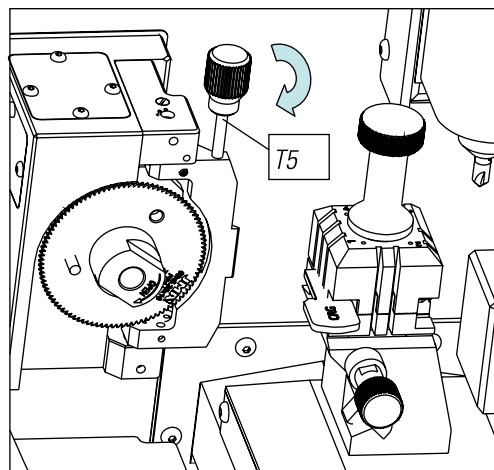

FIG. 22
- 1) Colocar el CRG (T4) en la mordaza MP1 en el lado 1. (Fig.22)